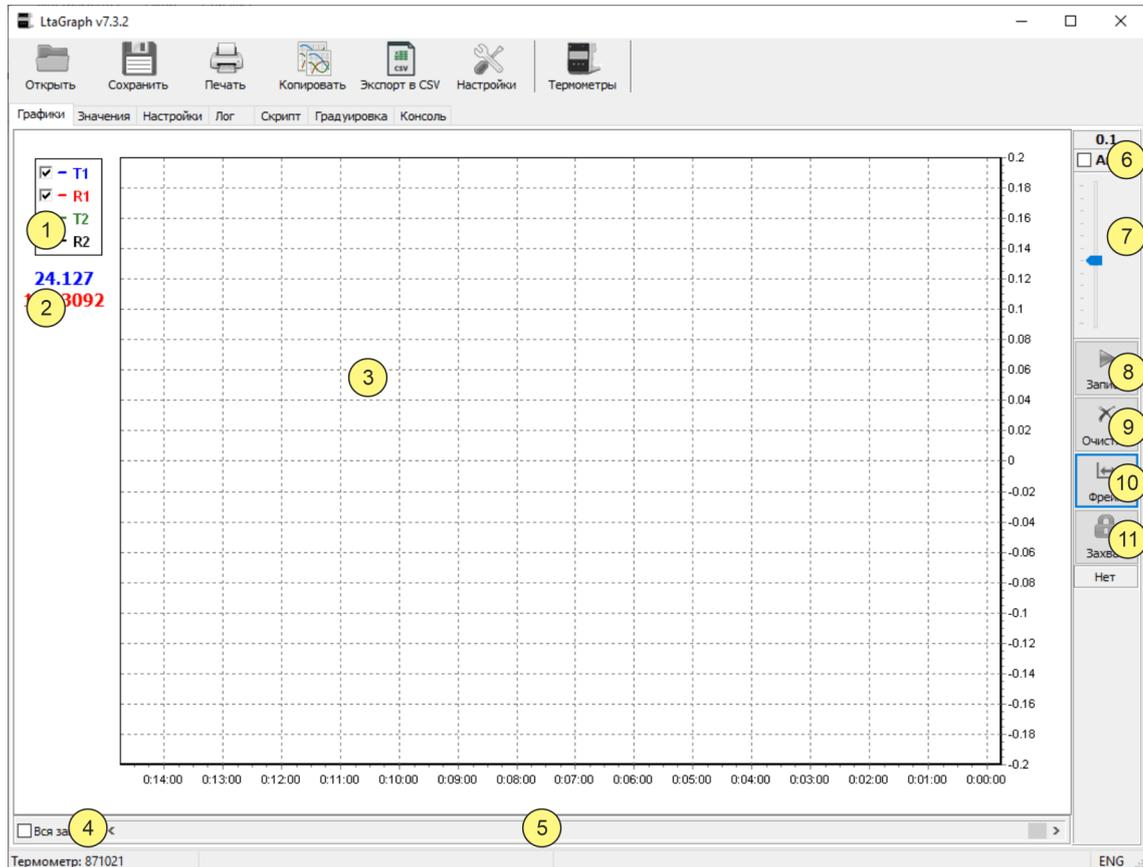

Рисунок 3 — Графики
- выключить запись данных, если она осуществляется, нажав кнопку 7 рисунок 3;
- отпустить левую кнопку мыши. При этом выделенная часть заполнит всю область графика 2 рисунок 3;